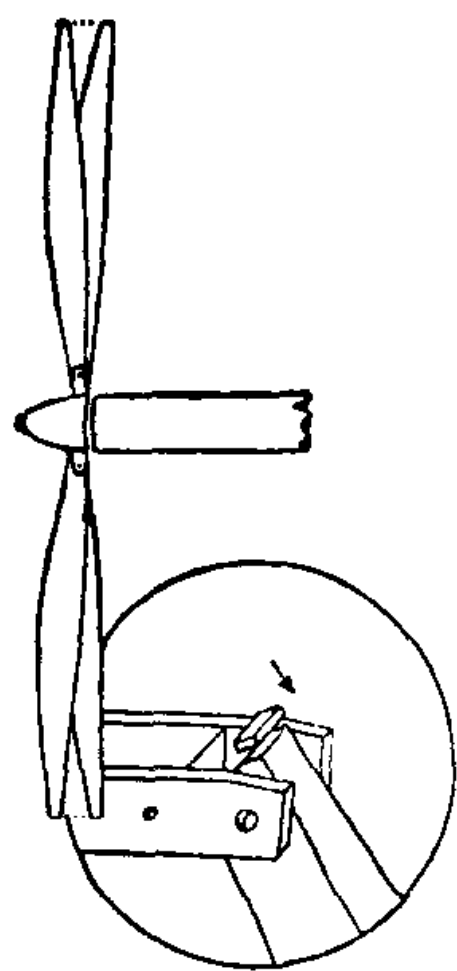

图 7-27
(1) 两片桨叶的桨叶角不等，纠正方法是用木销堵死原来的螺旋桨销孔，重新打孔。
(2) 桨根木轴孔不正。纠正方法是更换桨根木。
(3) 桨叶重量不等。若两片桨叶厚度有显著差别，可用砂纸把厚的一片磨薄，也可在轻的一片尖部打一小孔，镶上一小粒铅，并用绵纸蒙好。此外还应从侧面观察桨叶旋转时是否“开花”（图 7-27），如有这种情况，可以在向前倾的一片桨叶根部端面，贴一薄胶片或纸片